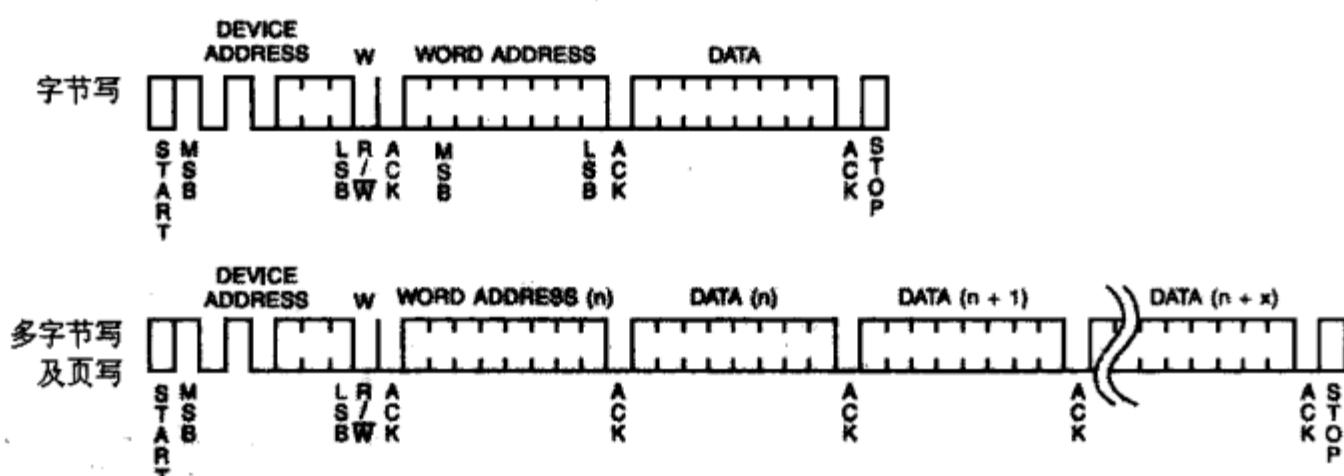
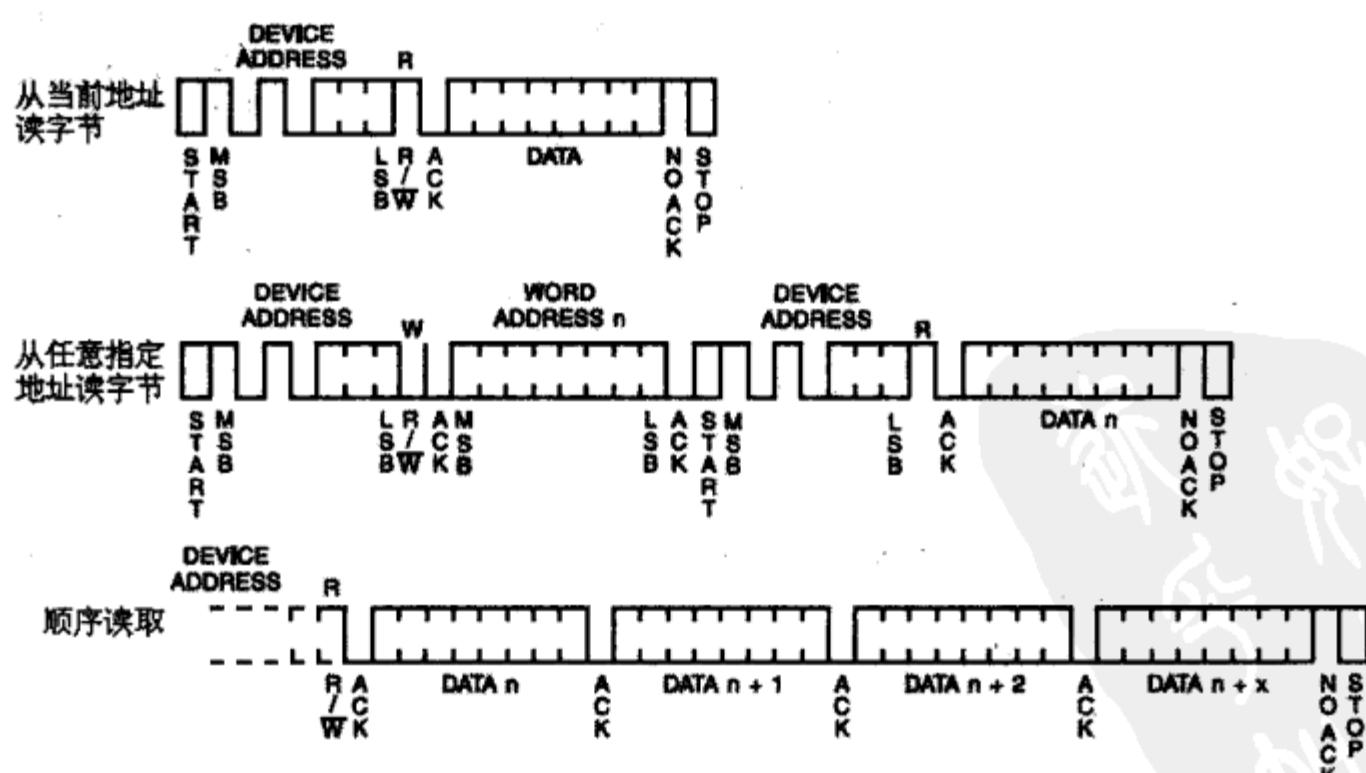

图 4-51 24C04 写字节数据时序
图 4-52 24C04 各类读字节时序
本例程序要点在于字节读/写函数设计，这两个函数分别参考时序图 4-51 和图 4-52
4-51、图 4-52 所示多个时序图中,在 DEVICE ADDRESS 后接着需要给出待读/写的字节地址 BYTE ADDR(时序图中为 WORD ADDRESS),该字节仅 8 位(A7~A0),而 9 位地址的最高位 A8 则附加在 DEVICE ADDRESS 中提供,这一位就是 P0。显然,发送器件地址的第一字节(也称控制字节)“携带”了 24C04 内部空间字节地址的最高位。明白这一点后再来分析字节读/写函数中的以下语句就很清楚了:
① 参考图 4-51、图 4-52 提供的读/写时序,编写从任意指定地址读取多字的函数及从任意指定地址写入多字节的函数。
② 重新选择 24C08/16/32/64/128 等系列芯片,利用单片机的 TWI 接口编程对它们进行数据读/写。